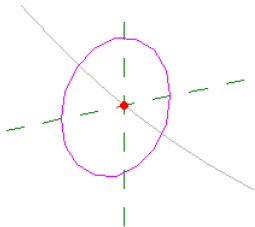
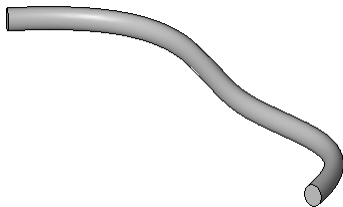

图 3-51 绘制截面
图 3-52 放样
(5) 单击“绘制”面板中“椭圆”按钮, 绘制如图 3-51 所示的放样截面轮廓。单击“模式”面板中的“完成编辑模式”按钮, 结果如图 3-52 所示。